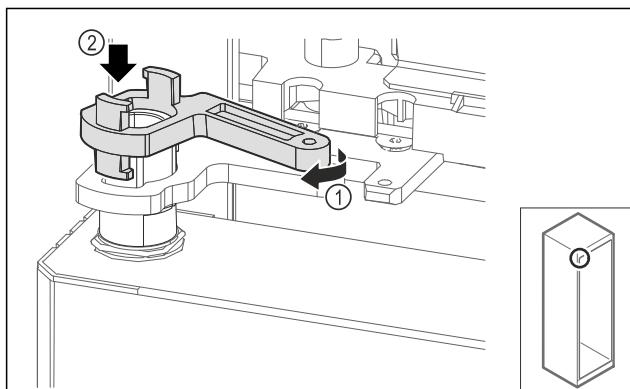

Fig. 65
- ▶ Girar ligeramente el bloqueo del soporte de cojinetes Fig. 65 (1) y colocarlo sobre el manguito Fig. 65 (2).